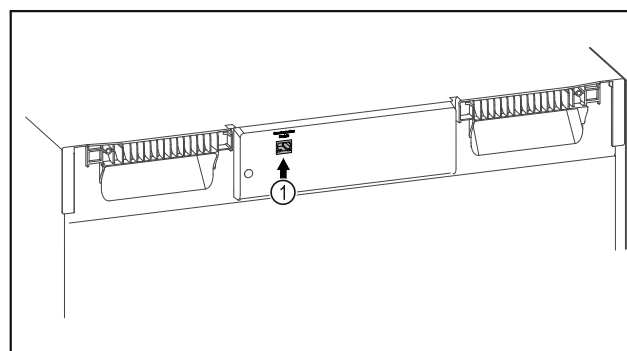

Fig. 103
- SmartModule Fig. 103 (1) inserito.